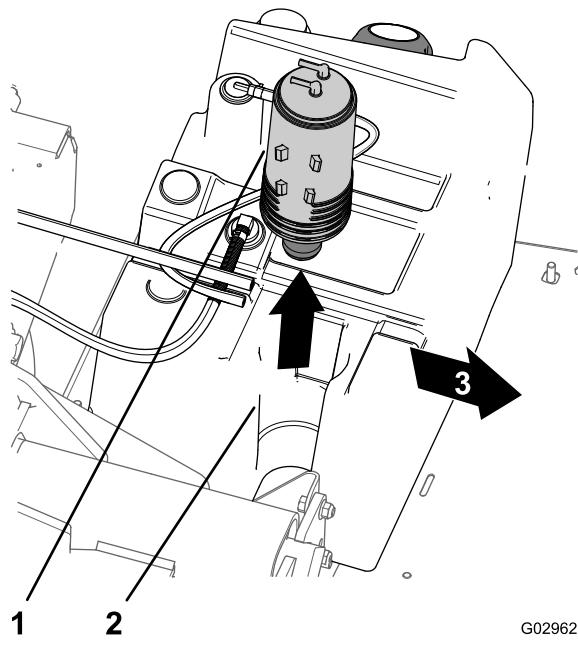

Figura 45
3. Levante o recipiente de carbono da montagem do recipiente de carbono no depósito de combustível (Figura 45).
7. Insira o novo recipiente de carbono na montagem do recipiente de carbono do depósito de combustível com as uniões purga e depósito de combustível alinhadas para trás (Figura 45).